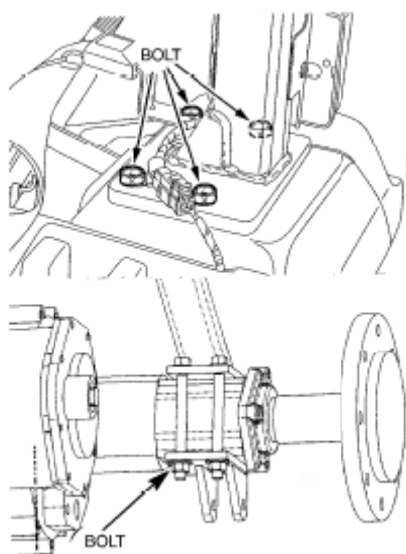

Рис. 67 (болты/гайки крепления)
1. Проверьте затяжку болтов крепления ROPS к мосту (см. рис. 67). Момент затяжки передних элементов крепления должен составлять 74,5 Нм, а заднего болта (не показан) – 166 Нм.
2. Проверьте затяжку болтов крепления ROPS к крылу (см. рис. 67). Момент затяжки – 74,5 Нм.